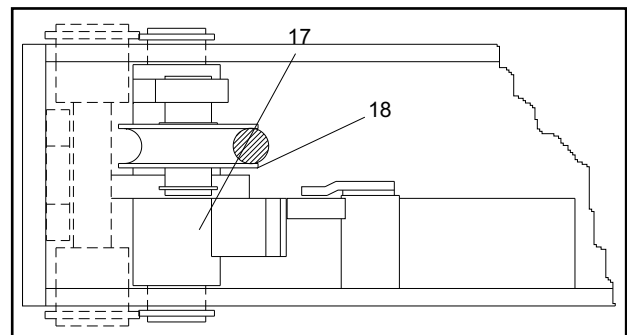

Fig.52 Posizionamento dei sensori fune / Positioning of lifting cable sensors
Fig. 49: screw the nuts (25) and washers (26) onto the terminal blocks (19). During this procedure make sure that the sensors (17) are correctly positioned on the lifting cables (18) as shown in figure 52.
Prima di mettere in funzione il sollevatore controllare che le funi siano in posizione corretta sulle pulegge. Chiudere il quadro, portare l'interruttore (QS) in pos. 1 e far salire il sollevatore fino a liberare i cavalletti (A-B-C-D), riportare l'interruttore in pos.0 quindi toglierli. Portare l'interruttore generale (QS in Fig.57) in posizione 1, premere il pulsante di discesa (SB2) e verificare che il sollevatore scenda. Se cio' non avvenisse verificare la regolazione dei 4 sensori funi (pos.17, Fig.52) e, se necessario, regolarli agendo sulla vite della leva di scatto del microinterruttore (pos.36, Fig.59).
Before operating with the lifter check that the cables are in correct position on the pulleys. Close the panel, put the switch (QS) in pos. 1 and make the lift rise until clearing the wedges (A-B-C-D); then put the switch in position 0 and close them again. Put the main switch (QS in fig.57) in position 1, press the lowering button (SB2) and check if the lift lowers. If this doesn't happen, check the adjustment of the four cable sensors (pos. 17, fig. 52) and, if necessary, adjust them by acting on the screw of the micro switch release lever (pos. 36, fig. 59).